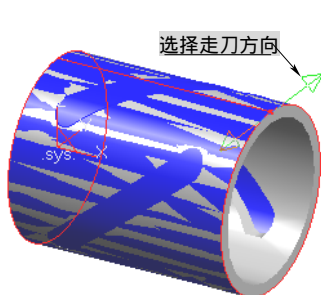

图 8-227 选择走刀方向
7) 根据提示单击指向圆柱体表面外的箭头，选择后系统接着提示“选择走刀方向”，同时在圆柱体表面又出现了一对背向箭头，选择如图 8-227 所示的走刀方向。